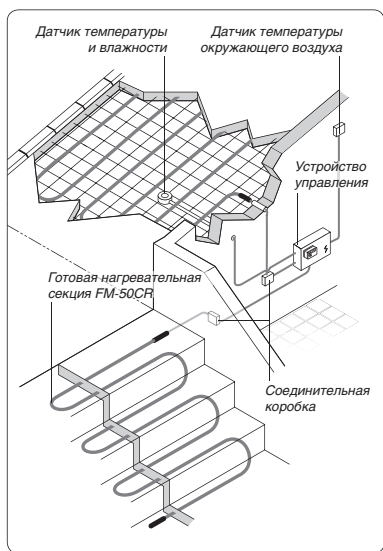

Рис. 9. Раскладка нагревательного кабеля на обогреваемых поверхностях (площадка и ступени)
1. Разложите на металлической сетке (арматуре) кабель xLayder параллельными рядами в виде «змейки» (рис. 9). Монтаж начните ближе к электрическому источнику электропитания. Расстояние между витками должно быть 15-20 см.